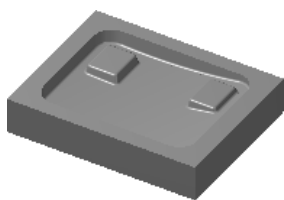

图 10.2 零件模型
Step1. 打开模型。选择文件 D:\mcx6.11\work\ch10\ PHONE_UPPER_STP.MCX-6，系统进入加工环境，此时零件模型如图 10.2 所示。